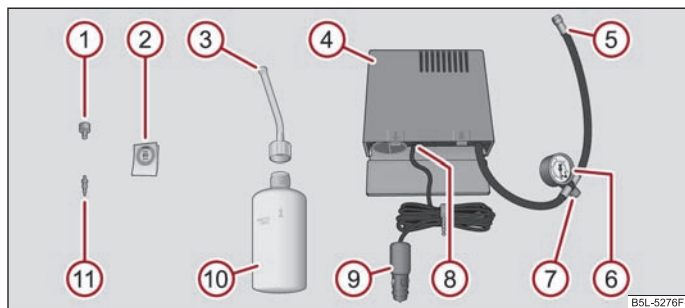

Fig. 7 Componenti del kit per la riparazione degli pneumatici
- Incollare l'adesivo ② ⇒ pag. 8, fig. 7 sulla plancia strumenti, nel campo visivo del conducente.
- Servendosi dello svitatore per inserti valvola ① svitare l'inserto valvola e riporlo in un luogo pulito.
- Agitare energicamente alcune volte la bombola di riempimento dello pneumatico ⑩ ⇒ pag. 8, fig. 7. ▶
- Avvitare stabilmente il tubo di gonfiaggio ③ sulla bombola di riempimento ⑩ girando in senso orario. La pellicola presente sulla chiusura si rompe automaticamente.
- Rimuovere il tappo dal tubo di gonfiaggio ③ ed inserire a fondo l'estremità aperta sulla valvola di gonfiaggio dello pneumatico.
- Tenere la bombola ⑩ con il fondo rivolto verso l'alto e lasciare che tutto il sigillante della bombola fluisca nello pneumatico.
- Riavvitare l'inserto valvola con l'avvitatore per inserti valvola ① nella valvola di gonfiaggio dello pneumatico.
- Avvitare saldamente il tubo flessibile di gonfiaggio pneumatico ⑤ ⇒ pag. 8, fig. 7 del compressore aria alla valvola di gonfiaggio dello pneumatico.
- Verificare che la vite di scarico aria ⑦ sia chiusa.
- Inserire il connettore del cavo ⑨ in una presa da 12 Volt della vettura, vedere il Libretto d'uso e manutenzione.
- Attivare il compressore aria con l'interruttore ON-OFF ⑧.
- Far funzionare il compressore finché viene raggiunta una pressione di 2,0 – 2,5 bar, tuttavia per un tempo non superiore a 8 minuti ⇒ ①!
- Se non è possibile raggiungere una pressione pari a 2,0 – 2,5 bar, svitare il tubo flessibile ⑤ dalla valvola di gonfiaggio dello pneumatico.
- Riavvitare saldamente il tubo flessibile di gonfiaggio pneumatico del compressore aria ⑤ alla valvola di gonfiaggio e ripetere l'operazione di gonfiaggio.